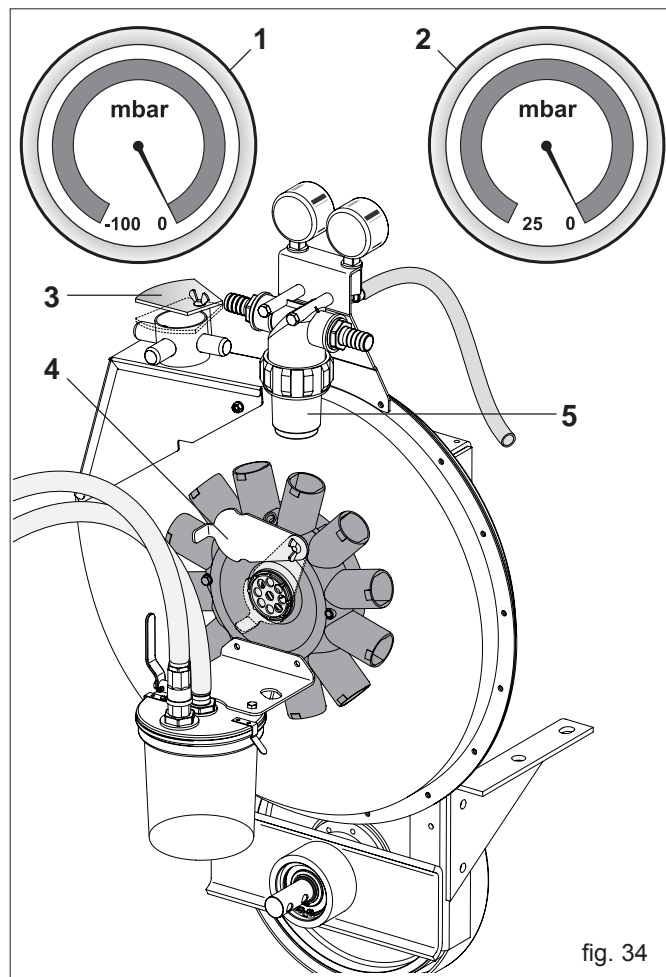

fig. 34
L'aspirateur (Fig. 34) crée le vide à l'intérieur des distributeurs, ainsi les graines sont aspirées par les trous du disque. Le groupe d'aspiration est mise en marche du cardan à 540 t/min.
Vacuomètre (1 Fig. 34)
Indique la dépression de l'aspiration de 0 au -100 mbar. Les valeurs indicatives moyennes de l'aspiration pour les graines petites est de $-35 \div -40$ mbar, pour graines enrobées $-55 \div -60$ mbar. Pour obtenir la valeur correcte agir sur le diaphragme (4, Fig. 34) placé au centre du convoyeur de l'air.
Manomètre (2 Fig. 34)
- Mettre en extension la courroie par le serrage de la vis (3 Figure 34);